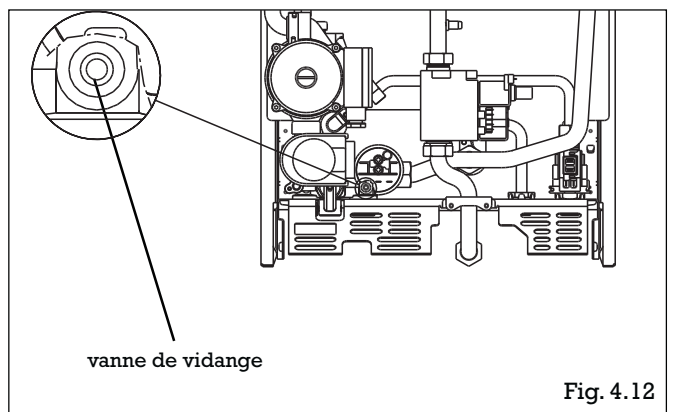
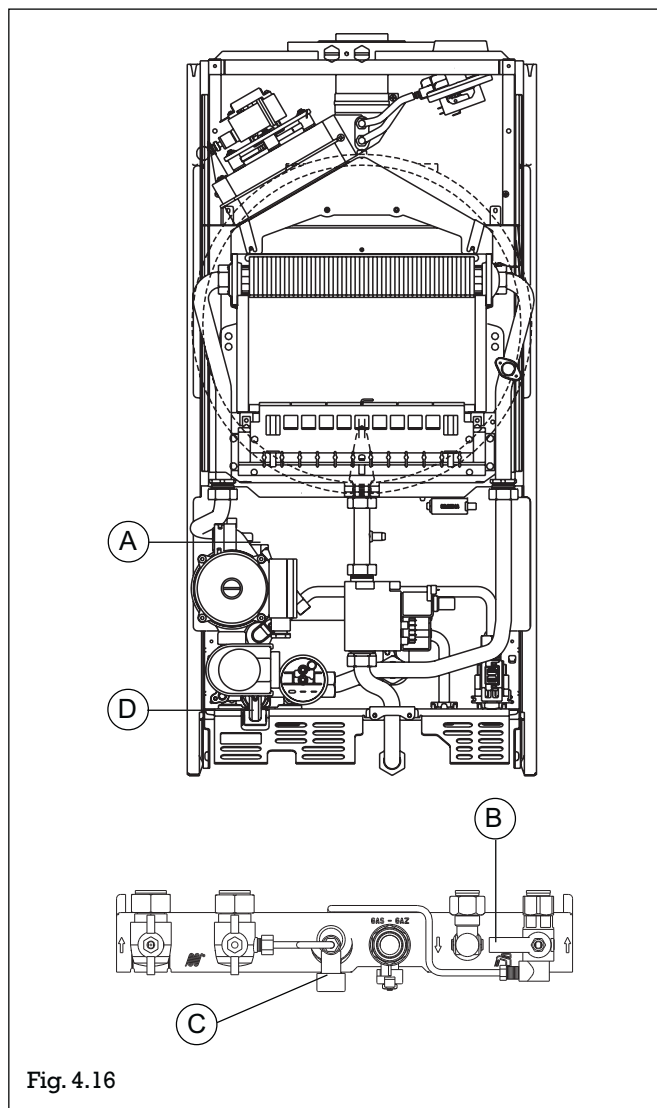

Fig. 4.12
Fig. 4.16
- agir sur le levier de la soupape de sécurité (D sur la figure 4.16) ou dévisser légèrement la petite vanne de vidange (fig. 4.12) placée sous le pressostat eau (clé plate de 11 à glisser par le dessous), l'eau s'écoulera par le petit tube plastique).
- Placer le robinet d'entrée d'eau froide (B) sur la position "remplissage" (manette vers le bas) et ouvrir le petit robinet (C) du disconnecteur jusqu'à ce que la pression indiquée par le manomètre soit comprise entre 0,6 et 1,5 bar (fig. 4.16 et 4.17). Après remplissage, refermer le robinet (C) et placer le robinet (B) sur la position "ouvert" (manette vers le haut).